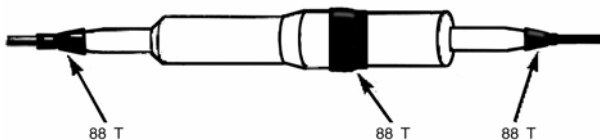

Рис. 9.16. Обмотка стыков виниловой лентой.
9.1.22. Для защиты мастики плотно обмотать мастику двумя слоями виниловой ленты 88Т с перекрытием витков 50%. Намотку начинать с меньшего диаметра. Зона обмотки должна перекрывать края мастики с обеих сторон на 20 мм (рис. 9.16.).